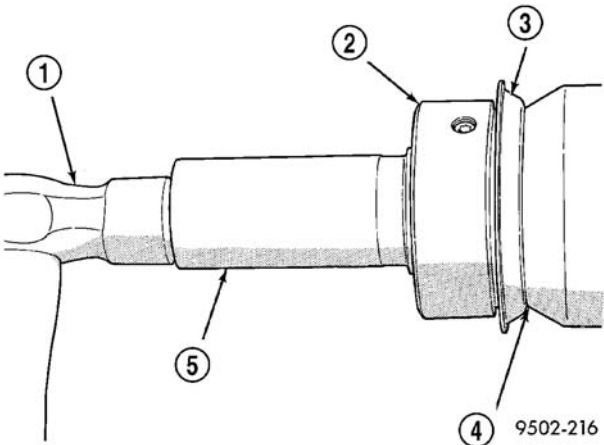

图 37 正确安装的轴承护圈
- (3) 用锤子敲打外等速万向节上的轴承护圈，直至轴承护圈与外等速万向节的前面齐平（图 37）。